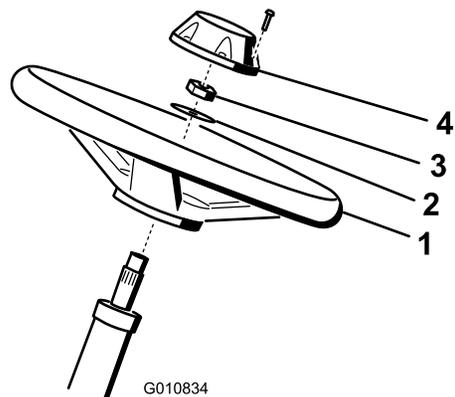

Рисунок 5
- Наденьте рулевое колесо на рулевой вал (Рисунок 5).
- Наденьте шайбу на рулевой вал (Рисунок 5).
- Закрепите рулевое колесо на валу контргайкой и затяните ее с моментом 27–35 Н·м (Рисунок 5).
- Установите крышку на рулевом колесе и закрепите ее 6 болтами (Рисунок 5).